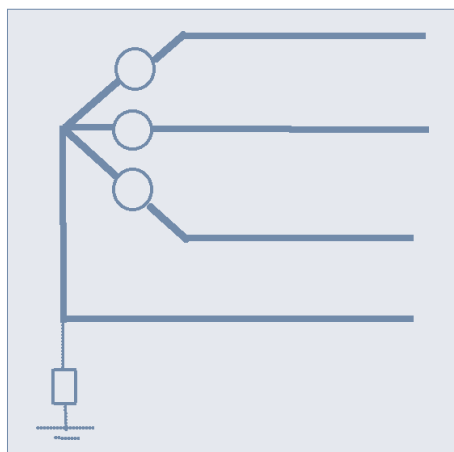

Figure 1 : Le neutre est isolé ou relié à la terre par une forte impédance Zn.
a) le neutre est isolé ou relié à la terre par une forte impédance Z_n (figure 1). La tension phase/neutre dépend alors de la charge de chacune des phases. Un déséquilibre entre les charges monophasées entraîne des différences importantes entre les tensions phases/neutre. En revanche, les charges triphasées ou entre phases ne sont perturbées ni par un déséquilibre ni même par un défaut monophasé phase/terre. Ce choix peut se rencontrer dans certaines installations. Cependant, ce n'est pas la solution retenue pour les réseaux de distribution basse tension. D'une manière générale, la mise à la terre par une impédance de faible valeur ou par une bobine de compensation est rarement utilisée sur des réseaux basse tension. Cette solution est mise en œuvre sur des réseaux HTA.